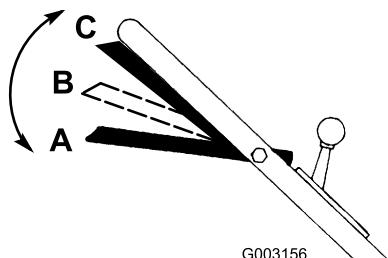

Figura 13
1. La barra de control debe estar en la posición A (Figura 13).
2. Deslice la barra de control a la derecha y elévela a la posición B para engranar la cuchilla (Figura 13).
3. Apriete la barra de control contra el manillar hasta que llegue a la posición C para avanzar (Figura 13).